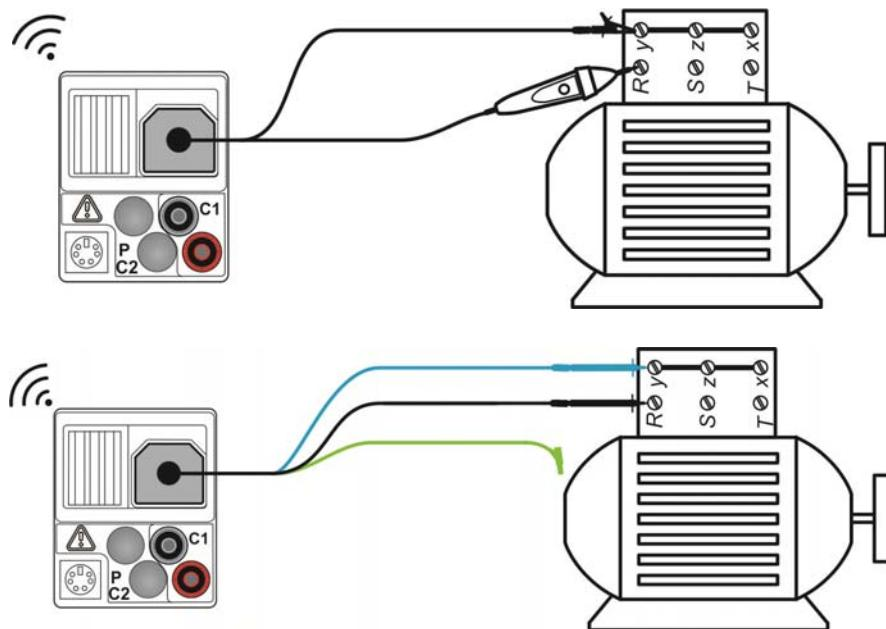

Рисунок 5.14: Приложения с щупом с наконечником «Tip commander» и 3-х проводным тестовым кабелем
- **Подсоедините** испытательные выводы к исследуемому объекту (см. Рисунок 5.14: Приложения с щупом с наконечником «Tip commander» и 3-х проводным тестовым кабелем).